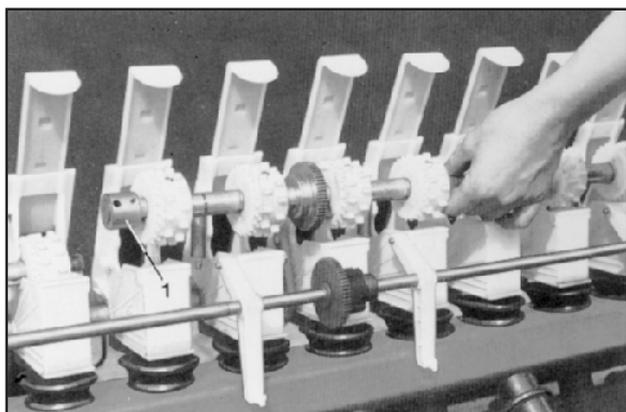

Рис. 115
- Передвинуть соединительные гильзы (рис. 115/1), после отвинчивания винтов с шестигранной головкой на высегающем валу, вынуть высегающий вал с высегающими катушками и заменить на высегающий вал для бобов.